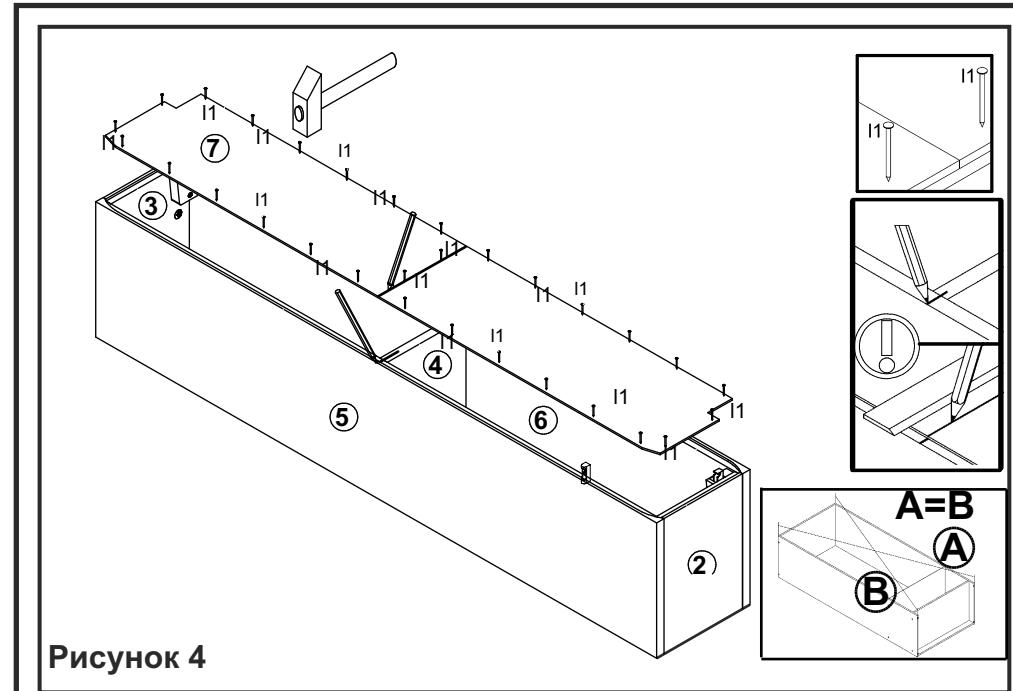

Рисунок 4
7. Положить корпус шкафа фасадными кромками вниз на ровную поверхность и выровнять его, измеряя рулеткой расстояние между противоположными углами по диагонали. Расстояния должны быть равными (см. рис. 4).
8. Закрепить стенку заднюю **7** на корпусе шкафа гвоздями **I1** с шагом **80-120 мм** (см. рис. 4).